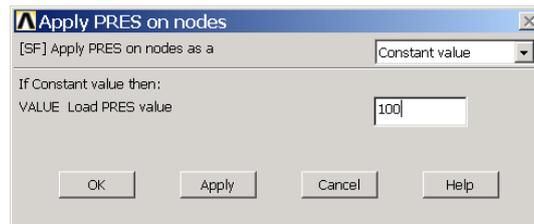

图5.44 对节点施加荷载
(6) 在【Name of array parameter -】文本框中输入【pres_1(1)】，然后单击【OK】按钮确认。
(7) 单击 Main Menu>Solution>Define Loads>Apply>Structural>Pressure>On Nodes 菜单，弹出图形拾取对话框，用鼠标在图形视窗中选择节点 1、3、4 和 2，单击【OK】按钮，接着弹出如图 5.44 所示的对话框。在【Load PRES value】文本框中输入【100】，单击【OK】按钮关闭对话框。